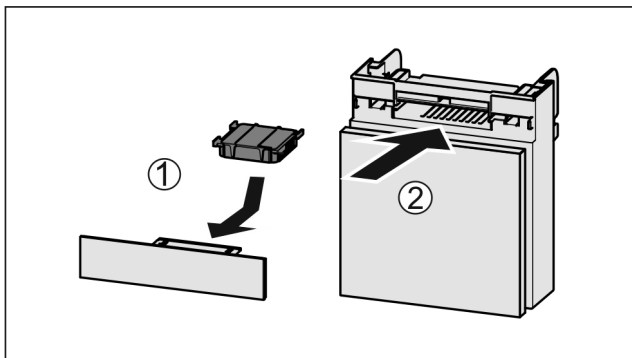

Fig. 156
- ▶ Pange Fig. 156 (1) aktiivsõefilter joonise järgi sisse.
- ▶ Lükake Fig. 156 (2) laegas sisse.